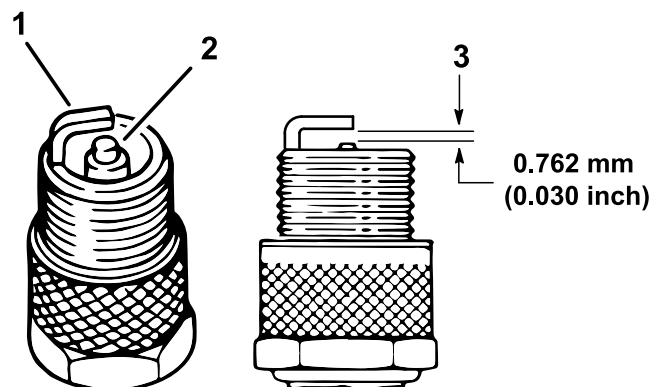

Figura 34
4. Compruebe el estado del electrodo lateral, el electrodo central y el aislamiento del electrodo central para verificar que no están dañados (Figura 34).
5. Ajuste la distancia entre los electrodos central y lateral a 0.762 mm (0.030"), como se muestra en la Figura 34.